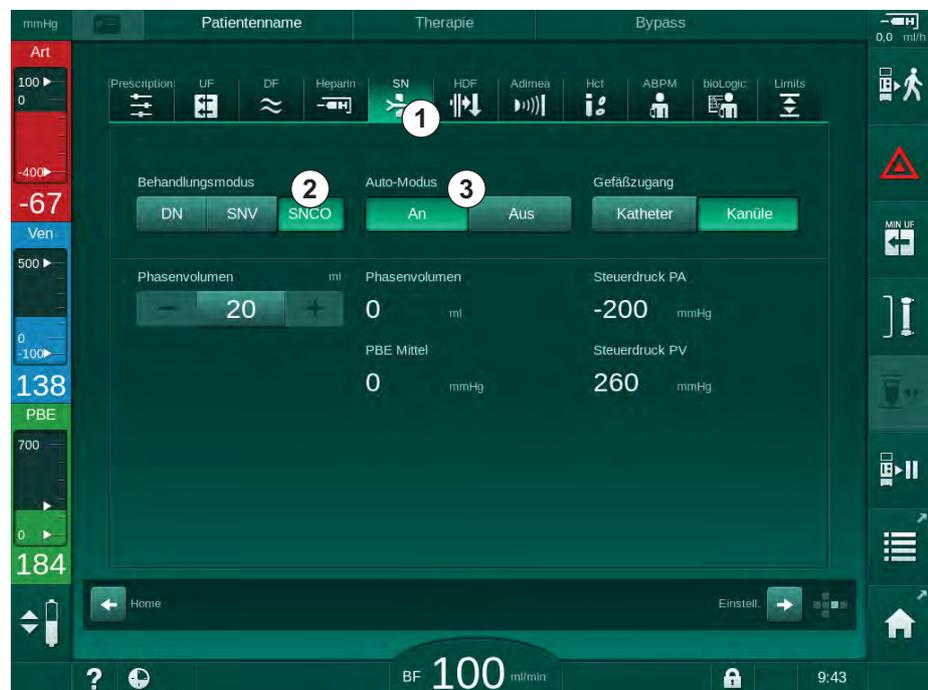

Abb. 9-1 Zur Single-Needle-Cross-Over-Therapie wechseln
2. Icon *SN* berühren (Abb. 9-1 , ①).